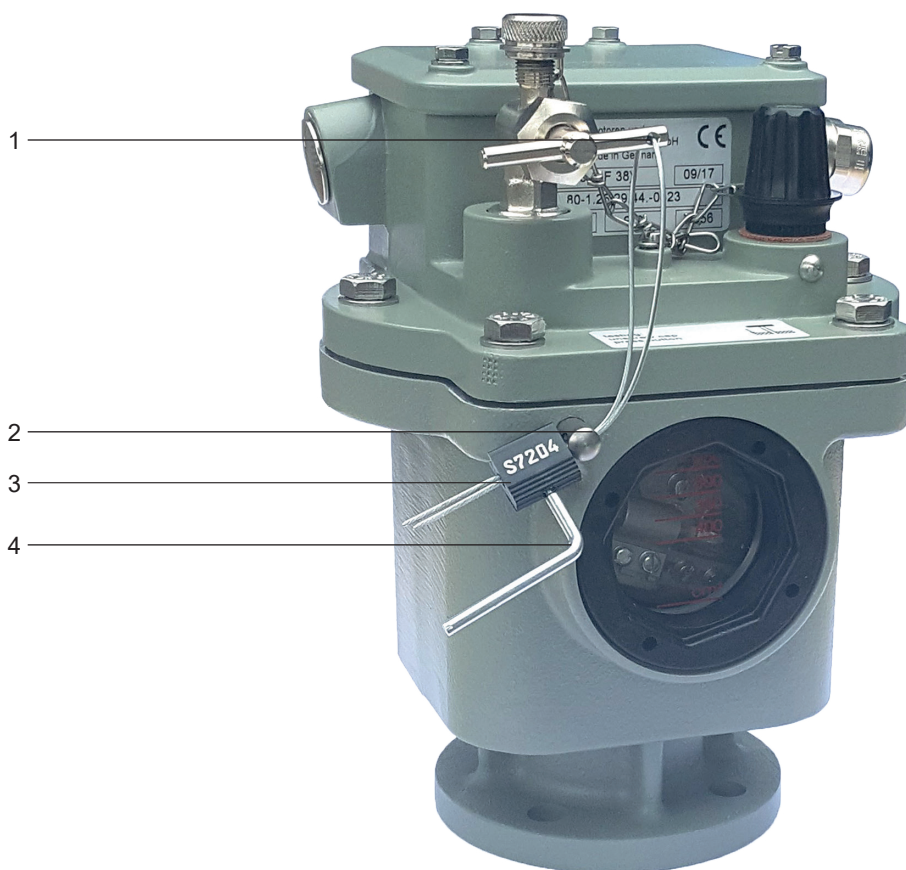

Fig. 17 - Relais à gaz avec scellé
- Comme indiqué dans la fig. 17, passer le câble de sécurité à travers les trous prévus sur la manche de la vanne (Fig.17/ n° 1) et sur le boîtier (Fig.17/ n° 2)
- Ensuite tirer fermement les deux extrémités du câble à travers le corps du scellé (Fig.17/ n° 3)
- Serrer la vis de serrage du scellé au moyen de l'outil attaché (Fig.17/ n° 4) afin de sécuriser le câble tendu
**Le relais à gaz avec scellé de sécurité comme illustré dans la fig. 17 est livré sans couvercles de protection.**